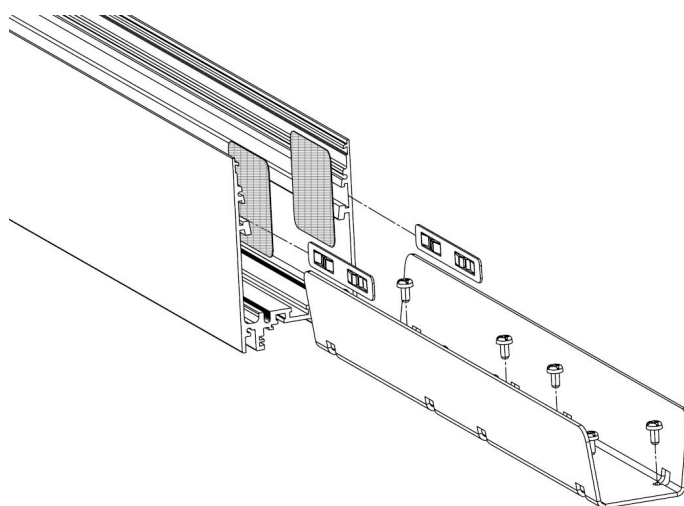

Рис.4
- На стыки светильников, поверх соединительных пластин наклейте черную пленку (Рисунок 4);